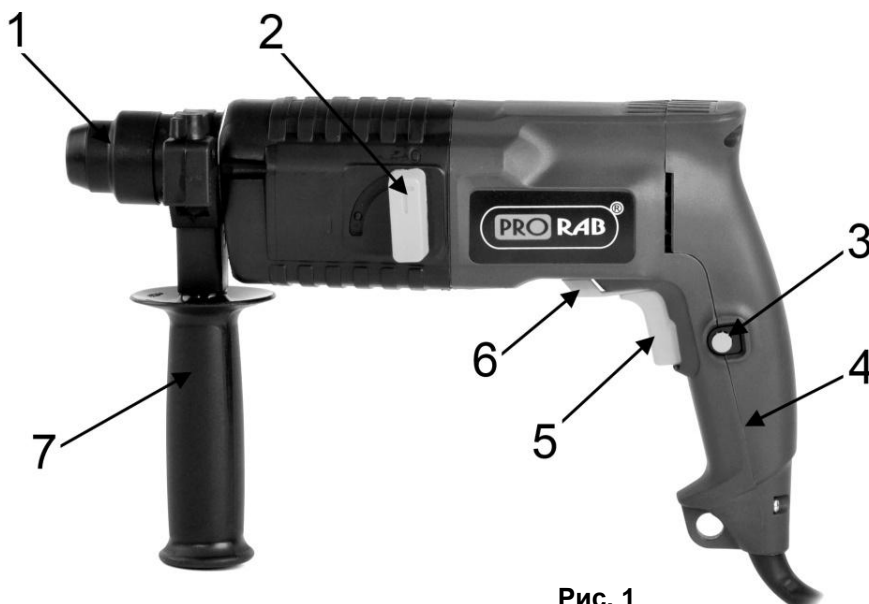

Рис. 1
- Настоятельно рекомендуется использовать дополнительную (боковую) рукоятку (7)(См. Рис.1) во время работы. Точный контроль над инструментом значительно повышает безопасность и удобство работы.
- Установите боковую рукоятку (7)(См. Рис.1) на ствол перфоратора.
- **Чтобы включить перфоратор**, нажмите на клавишу выключателя (5)(См. Рис.1).
- Кнопка фиксации пуска (3)(См. Рис.1) позволяет поддерживать максимальную скорость вращения без необходимости постоянного нажатия на клавишу пускового выключателя (5)(См. Рис.1).
- При нажатой пусковой клавише (5) нажмите кнопку фиксации (3)(См. Рис.1).
- Чтобы снять блокировку и выключить перфоратор, достаточно еще раз нажать на клавишу пускового выключателя (5)(См. Рис.1).
- Вы можете установить необходимое направление вращения патрона с помощью переключателя реверса (6)(См. Рис.1).
- Используя рукоятку переключателя режимов работы (2)(См. Рис.1) можно установить несколько режимов работы перфоратора: